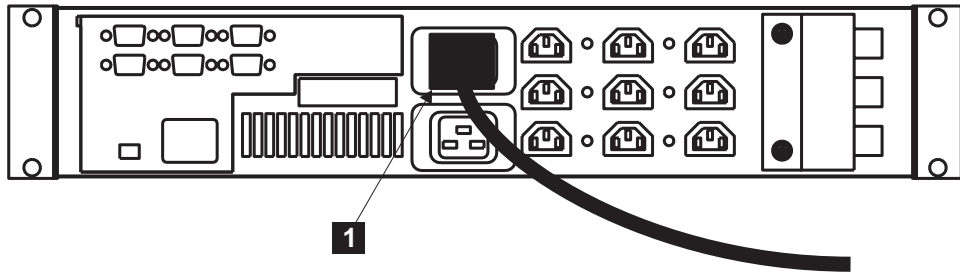

図 111. 2145 無停電電源装置電源ケーブルの取り付け
9. 2145 無停電電源装置の背面にある 2145 無停電電源装置主電源ケーブル **1** (140 ページの図 111) を電源ソケットに差し込みます。